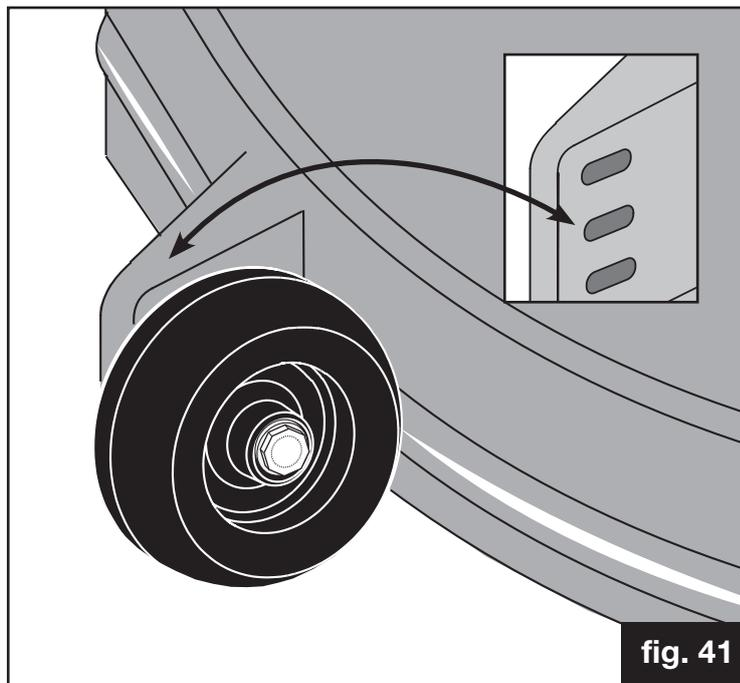

fig. 41
1. Verificare che le rotelle "anti-scalp" siano state tarate alla medesima altezza, altrimenti regolarle di nuovo (fig. 41).